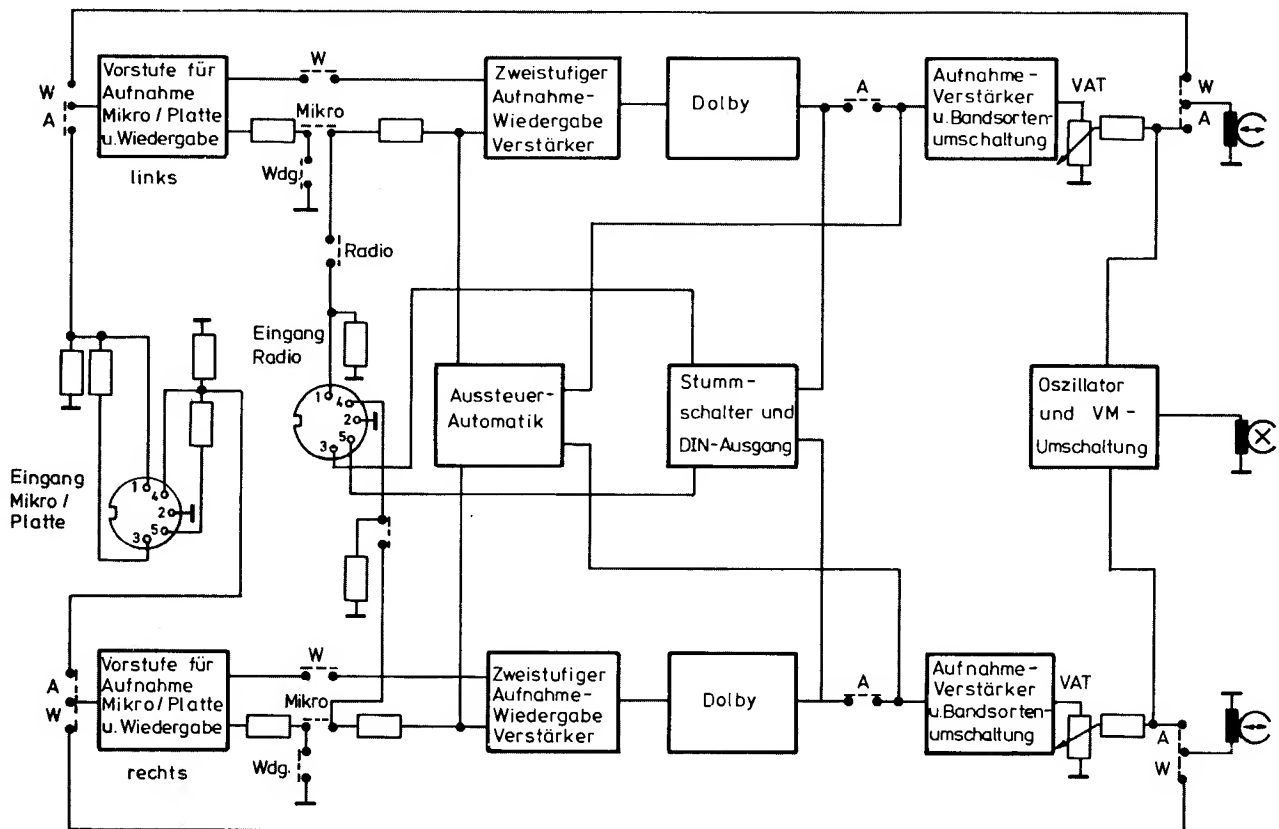

Bild 2 Blockschatplan CN 510 HiFi
**Schaltungsbeschreibung des Verstärkerteils** (das Blockschaltbild zeigt Bild 2, das Gesamtschaltbild befindet sich auf den Seiten 8/9).